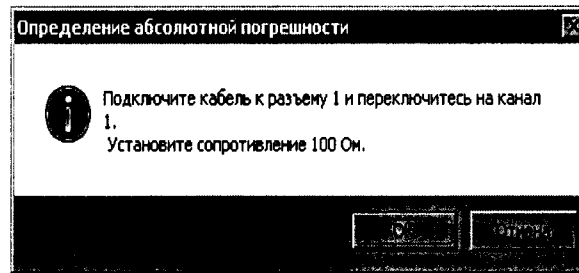

Рисунок 12 – Окно «Определение абсолютной погрешности»
4.3.6.3 В рабочей области задачи нажать кнопку «Запуск», после чего появится окно «Определение абсолютной погрешности» с надписью «Подключите кабель к разъему 1 и переключитесь на канал 1. Установите сопротивление 100 Ом» (Рисунок 12).
4.3.6.6 С помощью переключателей магазина сопротивлений установить значение сопротивления 100 Ом и нажать на кнопку «ОК» в появившемся окне «Определение абсолютной погрешности» (Рисунок 12).